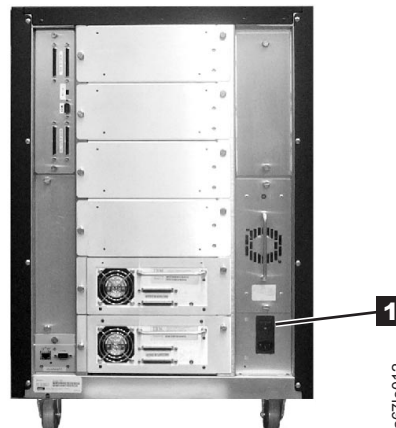

Abbildung 65. Hauptnetzschalter
2. Legen Sie den Hauptnetzschalter (**1** in Abb. 65) auf | (Ein), um die Einheit einzuschalten.
2. Legen Sie den Hauptnetzschralter (**1** in Abb. 65 auf Seite 84) auf O (Aus), um die Einheit auszuschalten. Das Kassettenarchiv wird nicht mehr mit Strom versorgt.
Legen Sie den Hauptnetzschralter (**1** in Abb. 65 auf Seite 84) auf O (Aus), um die Einheit auszuschalten. Das Kassettenarchiv wird nicht mehr mit Strom versorgt. Alle Greifarmbewegungen werden sofort gestoppt.